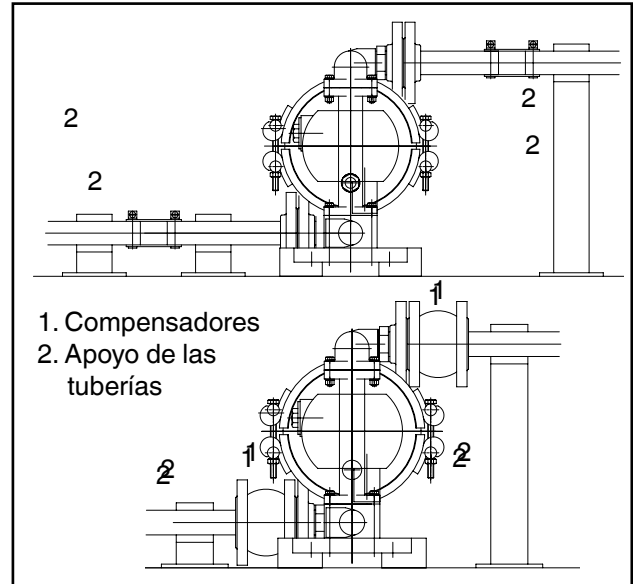

Fig. 3: Sugerencia de emplazamiento para la bomba de membrana
**ma y resistente a la presión, o un compensador (Fig. 3). Así se evita la transferencia de sacudidas a la bomba.**